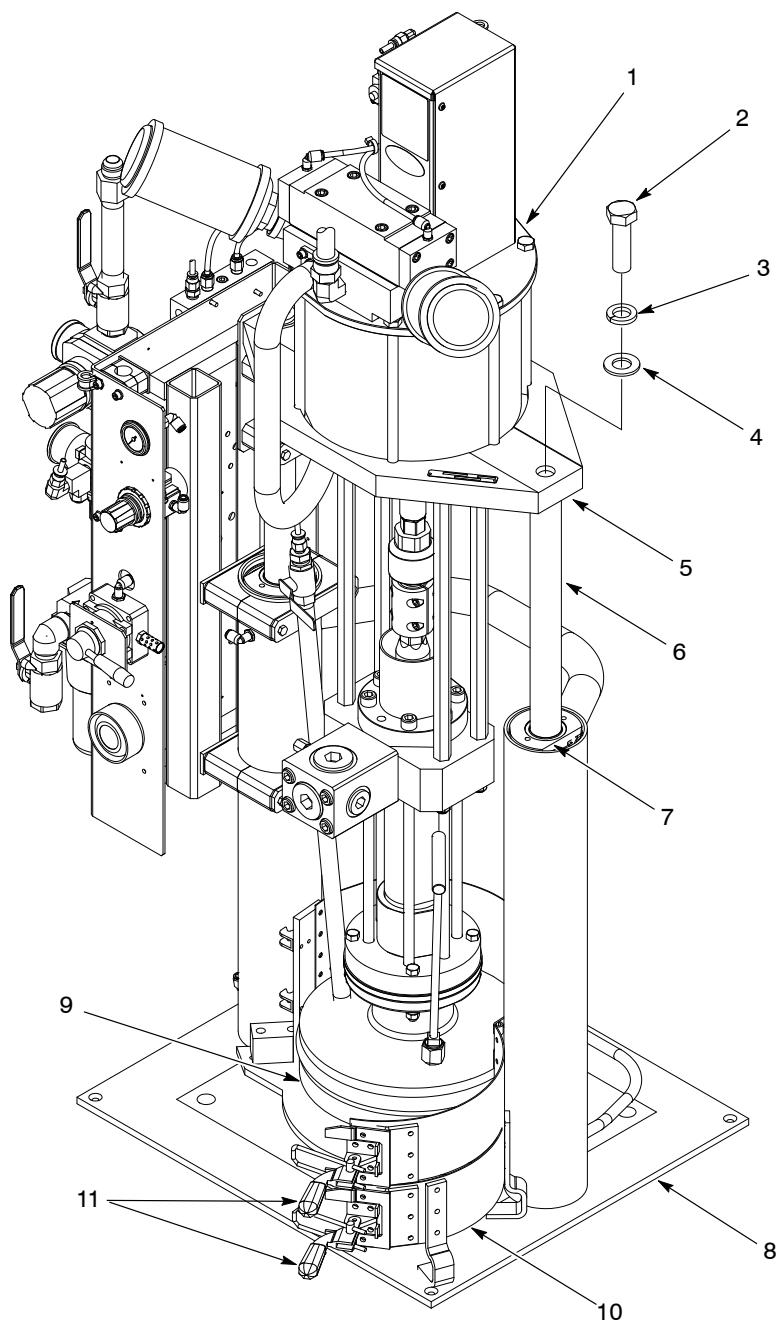

图 4 拆卸泵组件
2. 详见图4。将从动盘(9)降至提桶框架的底座(8)。
1. 详见图4。将泵机组(1)安装到小型框架(8)上。